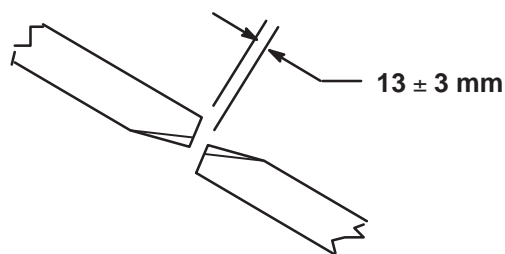

Figure 20
Pour que le plateau de coupe fonctionne correctement, les pointes des lames des plateaux latéraux et central doivent être espacées de  $13 \pm 3$  mm (Fig. 20).
2. Tournez une lame centrale et une lame latérale adjacente pour aligner les pointes des lames. Mesurez la distance entre les pointes des lames. Elle doit être d'environ  $13 \pm 3$  mm (Fig. 20).